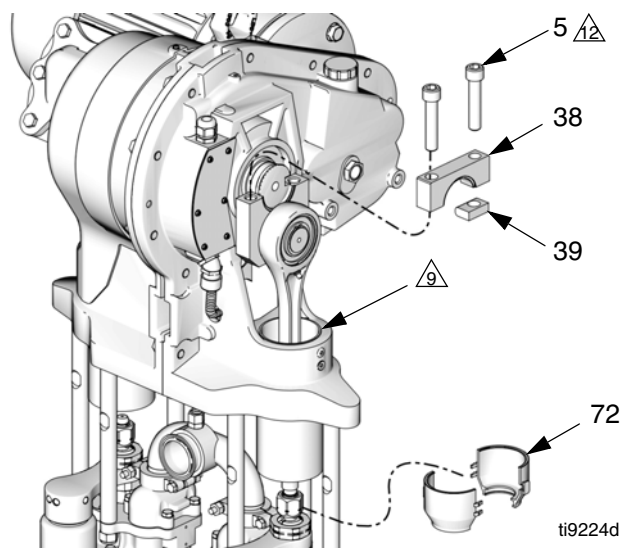

FIG. 15. Retire la tapa del brazo de manivela
5. Coloque un trapo limpio sobre la parte superior del cilindro de corredera (2) para evitar que caigan residuos en el conjunto de corredera durante el desarmado.
6. Retire la protección de 2 piezas (72) insertando un destornillador recto en la ranura y usándolo como palanca para liberar la lengüeta. Repítalo para todas las lengüetas. **No** use el destornillador para hacer palanca para separar las protecciones.
7. Coloque una llave 3/4 pulg. en las caras planas del pistón de corredera (9) (justo por encima de la tuerca de acoplamiento), para evitar que el pistón de corredera/la varilla de conexión gire cuando afloje la tuerca de acoplamiento (14). Oriente la llave de modo que esté contra una de las varillas de unión (3). La aplicación de una fuerza excesiva en el pistón de corredera/varilla de conexión puede reducir la vida útil del cojinete de pasador inferior.
8. Con una llave de boca de 1-1/4 pulg., destornille la tuerca de acoplamiento (14) del pistón de corredera (9) y deje que se deslice hacia abajo en la varilla de pistón de la bomba. Tenga cuidado de no soltar los collares (13).
9. Vea la FIG. 15. Con un impulsor hexagonal de 1/2 pulg., destornille los dos pernos de cabeza hueca (5). Retire la tapa del brazo de manivela (38) y la chaveta (39). En caso necesario, use un martillo de plástico para separar estas piezas.
14. Deslice el pistón (9) y la varilla de conexión (7) en el cilindro (2).
15. Coloque el brazo de manivela (4) en posición para que engrane con el eje de salida (OS) y gírelo hacia la parte inferior del eje de salida.
16. Coloque un trapo limpio sobre la parte superior del cilindro de corredera (2) para evitar que caigan residuos en el conjunto de corredera durante el armado.
17. Vea la FIG. 15. Aplique lubricante antiagarrotamiento (LPS®-04110 o equivalente) a la roscas de los pernos de cabeza hueca (5). Instale la chaveta (39), la tapa del brazo de manivela (38), y los pernos de cabeza hueca (5), orientados como se muestra. Mientras el tornillo del lado de la separación todavía está flojo, apriete el tornillo del lado de la chaveta a 283-310 N•m (210-230 pie-lb). Luego apriete el tornillo del lado de la separación a 283-310 N•m (210-230 pie-lb). Apriete los tornillos 2-3 veces adicionales, o hasta que dejen de girar cuando se aprietan a 283-310 N•m (210-230 pie-lb).
18. Asegúrese de que los collares (13) estén colocados en su lugar en la tuerca de acoplamiento (14).
19. Coloque una llave de 3/4 pulg. en las caras planas de pistón de corredera (9) para evitar que gire cuando apriete la tuerca de acoplamiento (14). Oriente la llave de modo que esté contra una de las varillas de unión (3) o el soporte de la bomba. Ajuste la tuerca de acoplamiento (14) en el pistón de corredera (9) y apriétela a 102-108 N•m (75-80 pie-lb).
20. Instale las protecciones (72) enganchando los labios inferiores en la ranura de la tapa de la copa húmeda. Encaje entre sí las dos protecciones.
21. Quite el trapo. Vuelva a instalar la cubierta (32 o 21) y los tornillos (12).